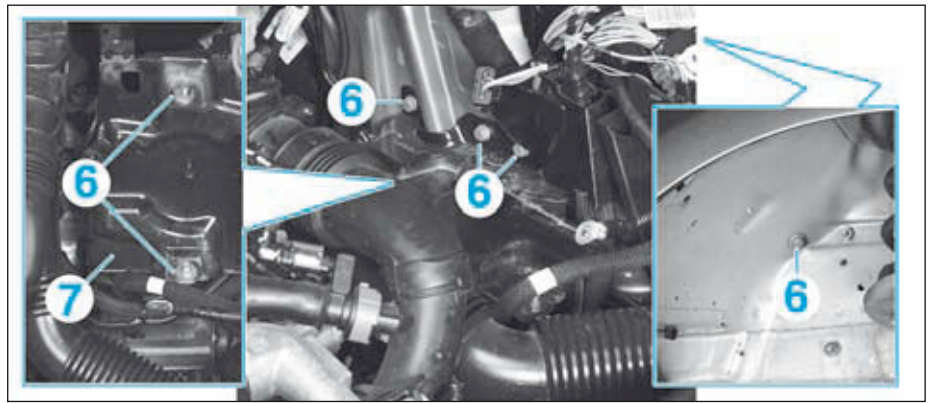

FIG.106
- Déposer les fixations (6) et le support de batterie (7) (Fig.106).